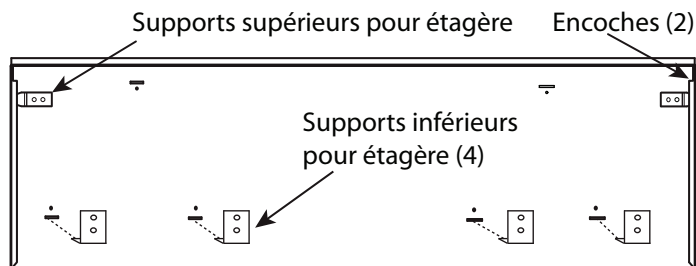

Figure 14 : Dos de la plaque murale
- Installez les deux supports supérieurs pour étagère et les trois supports inférieurs pour étagère aux endroits indiqués sur les gabarits. Fixez-les en place à l'aide des (10) vis de 1 po (25,4 mm) fournies.
- Faites glisser l'ensemble de l'étagère vers le haut jusqu'à ce que la partie inférieure s'enclenche dans les quatre supports inférieurs (Figure 14).